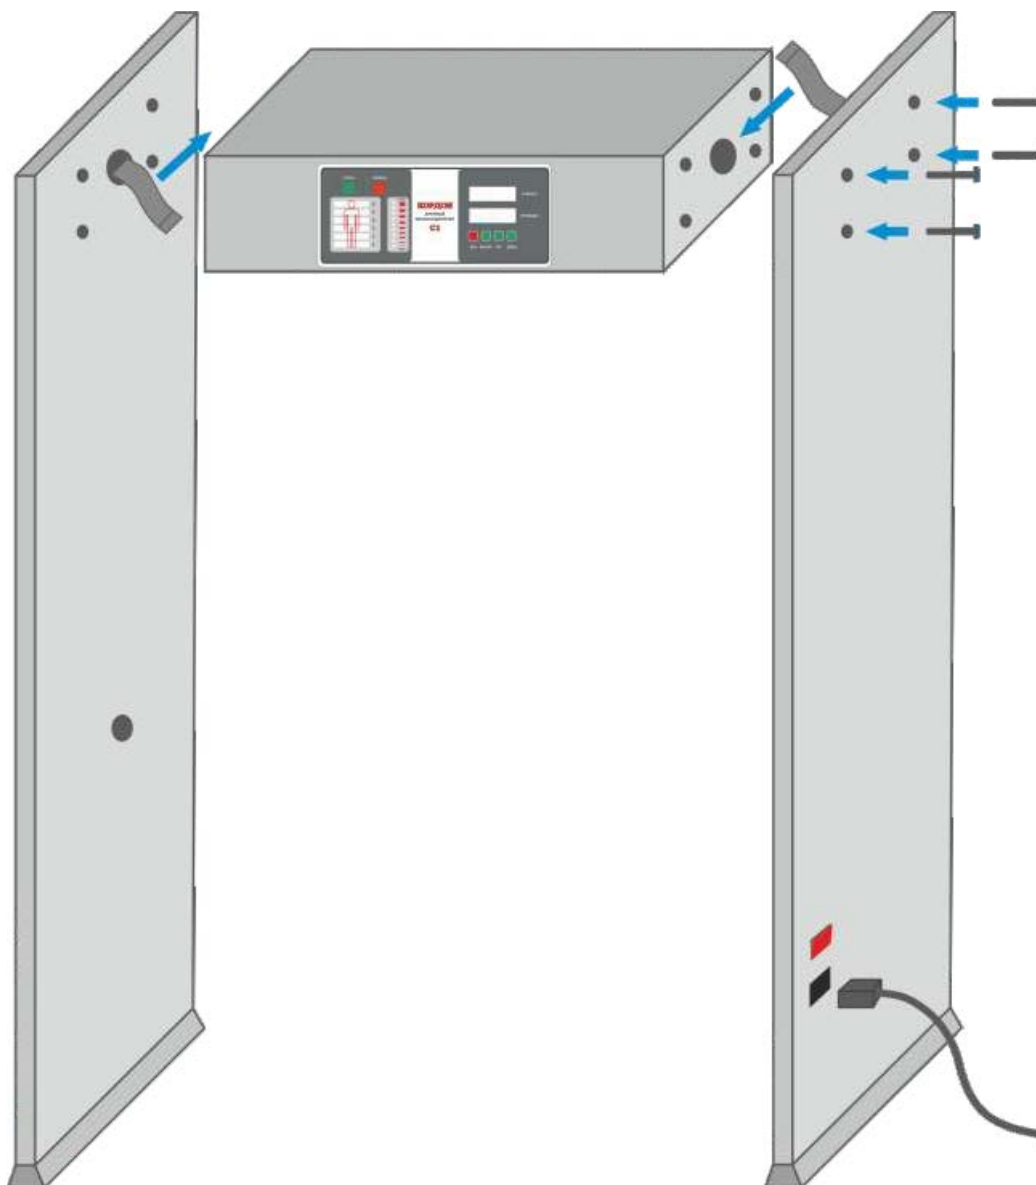

Рисунок 3. Сборка металлодетектора.
2. Соедините блок электроники и приёмо-передающие антенны с помощью входящих в комплект болтов и гаек, как показано на рис. 3.